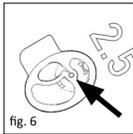

fig. 6
■ **fig. 6** Protesens klokke må sitte på basisen for fordyppningen, og hodeplaten må sitte fullstendig på plass i den hertil tiltenkte utsparringen, slik at hodeplatenes øverste flate flukter med sizer diskens overflate.